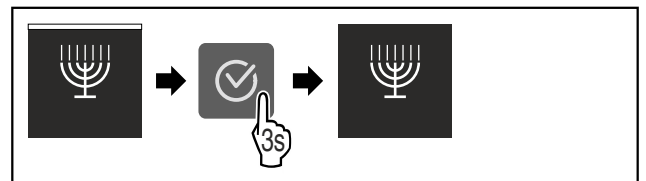

Fig. 14
- ▶ Proveďte kroky postupu (viz Fig. 14).